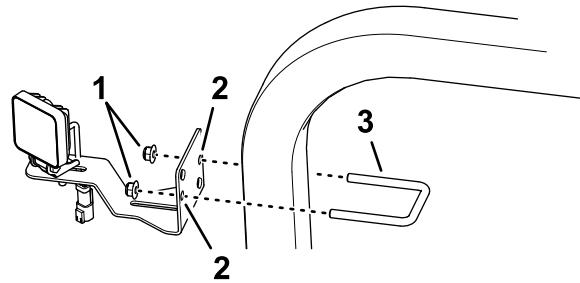

Bild 6
1. Befestigen Sie den LED-Scheinwerfer und die Halterung, wie in **Bild 6** abgebildet, mit dem U-Bügel ($\frac{3}{8}$ " x 2-7/16" x 2-13/16") und der Sicherungsbundmutter am Überrollsitzschutzrohr.